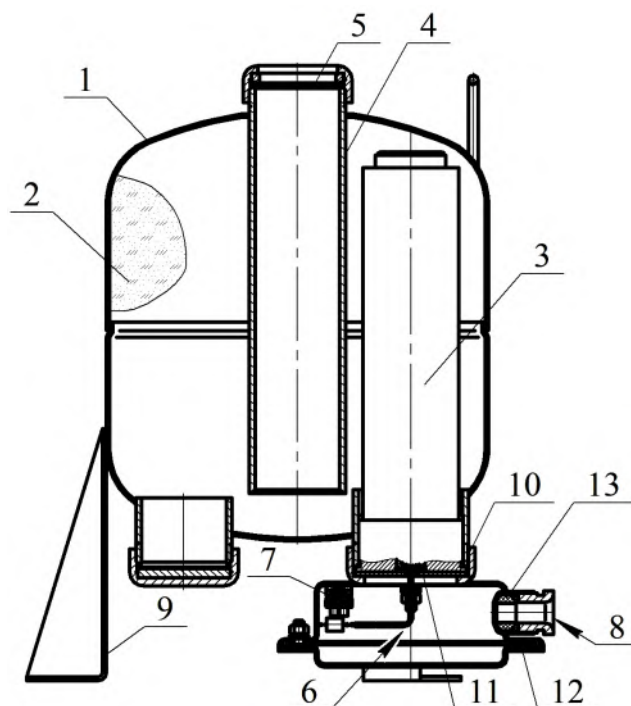

Рисунок 1
1.4.1.1 МПП (см. рисунок 1) состоит из корпуса **1**, в котором размещаются огнетушащий порошок (ОП) **2** и источник холодного газа (ИХГ) **3**. В верхней части корпуса находится насадок-распылитель **4**, который также выполняет функцию сифонной трубки при выпуске ОП из корпуса. Выходное отверстие насадка-распылителя перекрыто мембраной **5**. Соединительные провода элемента электропускового ИХГ выведены в коробку **6** через герметизированный узел в корпусе МПП, обеспечивающий требуемую (не ниже IP67) степень защиты от внешних воздействий. Наружные концы проводов элемента электропускового (при монтаже по разделу 6 настоящего паспорта) присоединены к зажиму контактному винтовому **7**, установленному в коробке **6** со степенью защиты IP65. Электрические зазоры и пути утечки между изолированными токоведущими частями (контактных зажимов и проводников) составляют 3 мм. Монтажный кабель через кабельный ввод **8** входит в коробку **6** и подключается к зажиму контактному винтовому **7**.